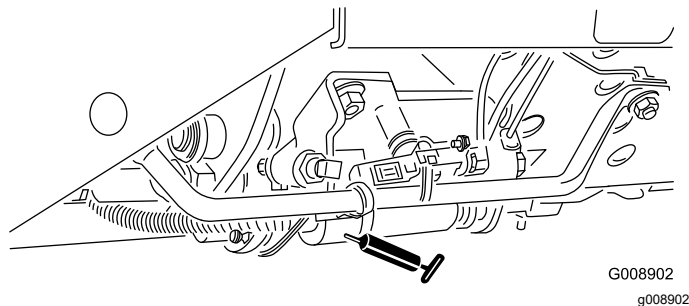

Figura 68
- Glisor pentru cosit/transport (Figura 68)